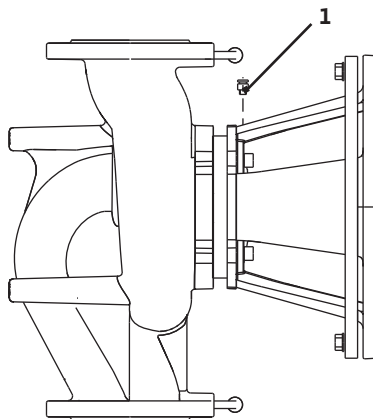

Fig. 16 : Vanne de purge
- La vanne de purge (fig. 16, pos. 1) doit toujours être orientée vers le haut.